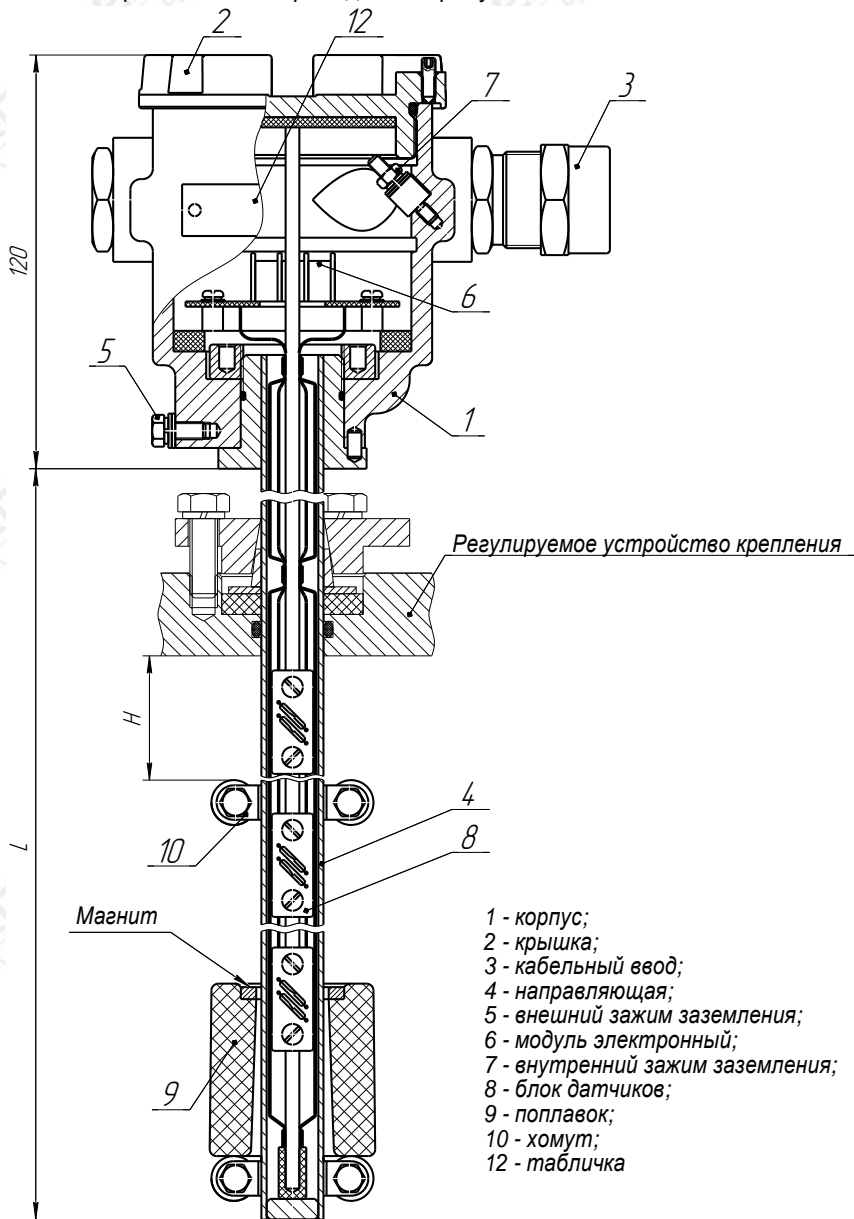

Рисунок 1
2.4.1 Контроль уровней в преобразователе основан на изменении сопротивления переменного резистора. В направляющей 4 (рисунок 1) находится металлический стержень, на котором винтами крепятся платы 8 с герконами (количество плат соответствует числу контрольных уровней). Платы последовательно соединяются двумя проводами, образуя переменный резистор, сопротивление которого определяется уровнем жидкости. Сопротивление резистора изменяется от нуля до максимального значения. Когда уровень жидкости минимален (все поплавки лежат на нижних хомутах), образованная резисторами цепь, имеет максимальное сопротивление. При повышении уровня поплавки будут поочередно всплывать, замыкая контакты герконов, которые будут шунтировать резисторы, и общее сопротивление цепи будет уменьшаться. При отрыве поплавка от нижнего хомута сначала замыкается геркон НЗ (нормально-замкнутый), расположенный на плате ключа нижнего уровня, затем при достижении поплавком верхнего хомута замыкается геркон НР (нормально-разомкнутый), расположенный на плате ключа верхнего уровня (рисунок 8).